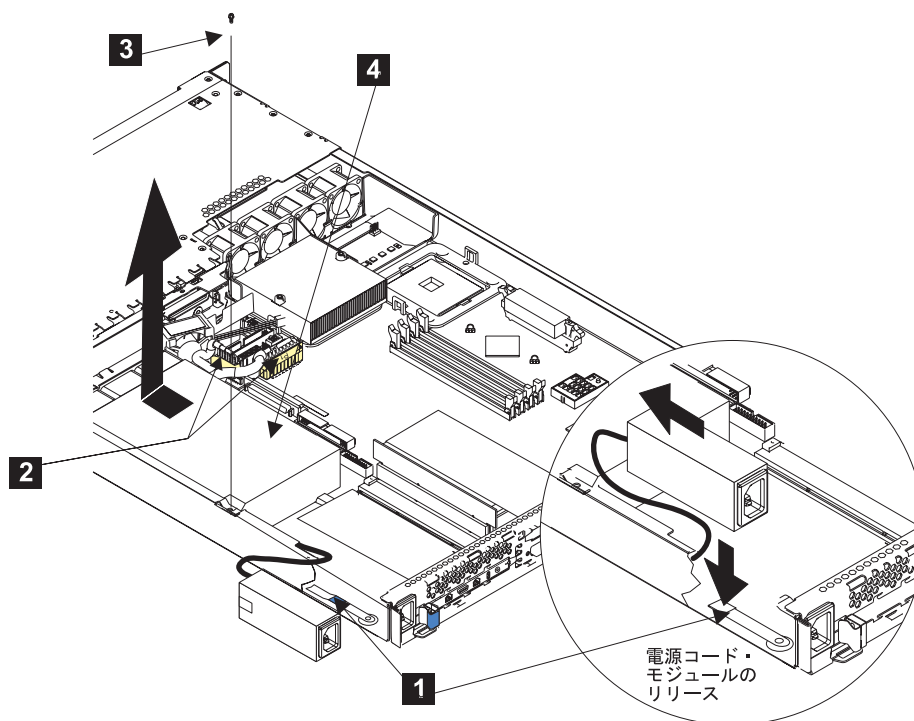

図 48. 電源機構の取り外し
4. ディスク・ドライブのファンを取り外します。 図 48 を参照してください。